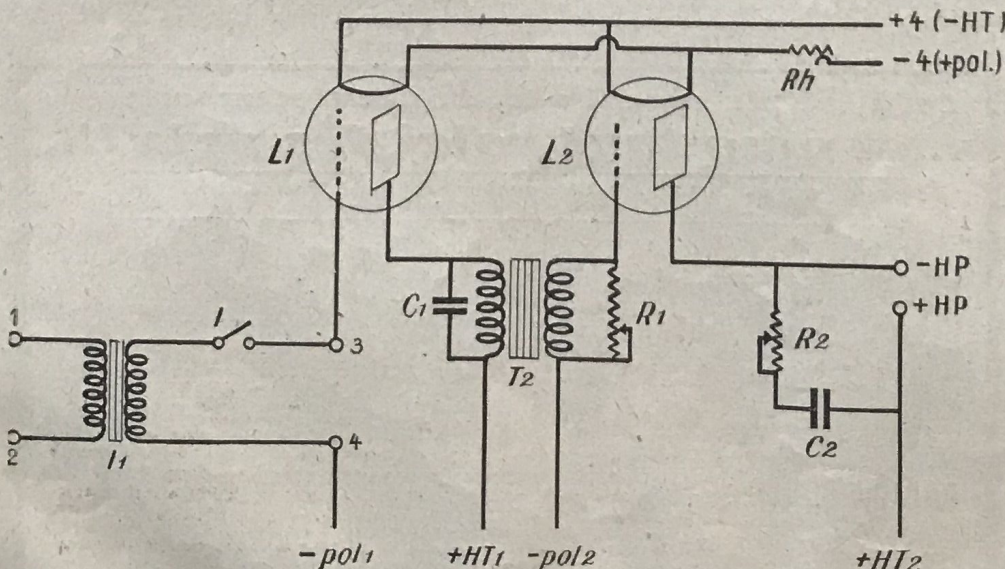

FIG. 4. — Schéma définitif de l'ampli mixte (pour poste à galène et pick-up).
Rien de spécial pour la suite de l'ampli : on voit donc que les deux schémas (1) et (3) sont faciles à assembler en un seul, qui devient le schéma figure 4, sur lequel nous avons ajouté le dispositif de la figure 2. C'est cette figure 4 qui servira de base à notre plan de câblage ; pour la marche derrière poste à galène, l'interrupteur  $I$  sera fermé, et les bornes 1 et 2, reliées aux bornes « écouteur » du poste à galène ; pour la marche derrière pick-up, les bornes 1 et 2 seront libres ; l'interrupteur  $I$  sera ouvert, et le pick-up relié aux bornes 3 et 4.